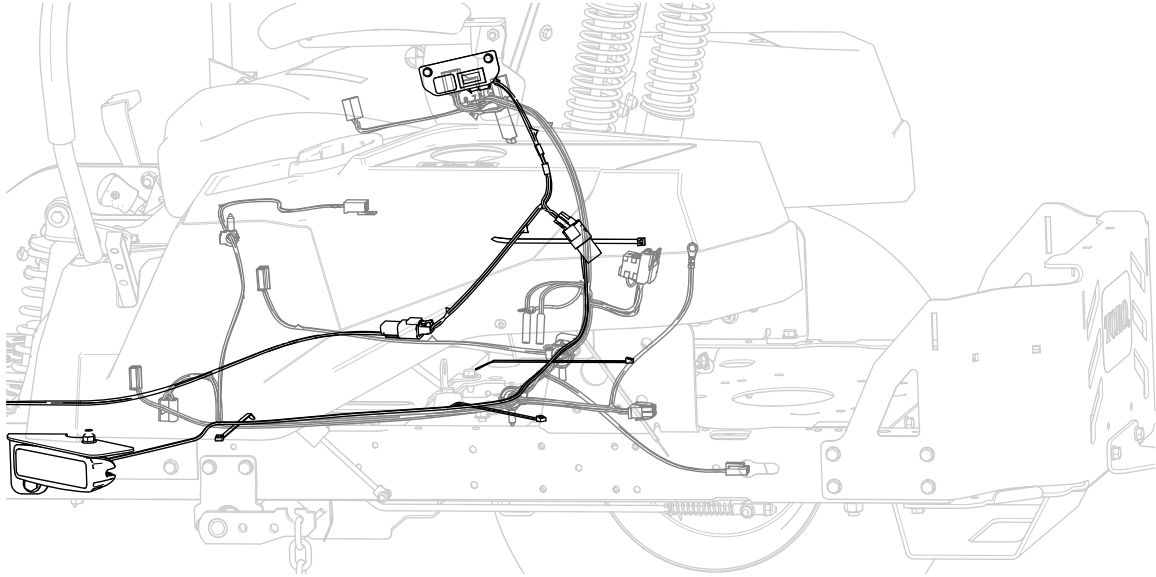
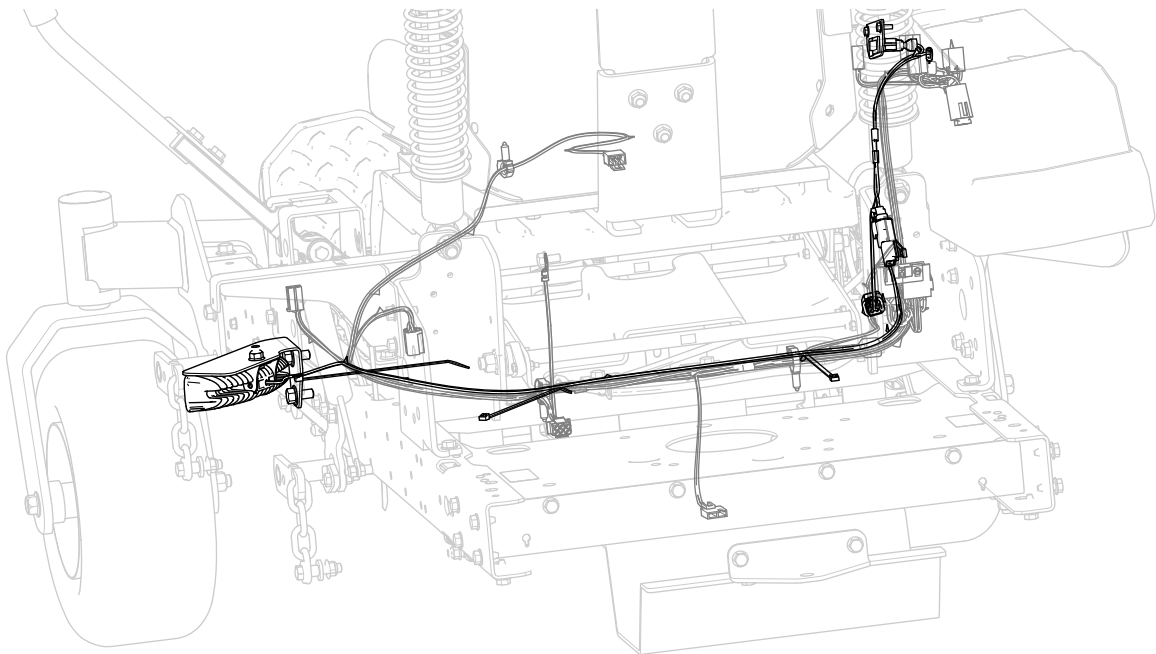

Figura 9
Figura 10
1. Empezando en el lado izquierdo, enrute el arnés de cables junto al depósito de combustible, junto con el arnés de cables principal de la máquina (Figura 9).
2. Continúe enrutando el arnés de cables por debajo de la chapa del asiento, hacia los controles (Figura 10).
3. Continúe enrutando el arnés de cables hacia los controles (Figura 10).
4. Sujete el arnés de cables al arnés de cables principal de la máquina con 4 bridas, según se muestra en Figura 9 y Figura 10.
5. Conecte el cable del arnés de cables de la luz lateral al conector del arnés de cables del kit de luces (Figura 10).